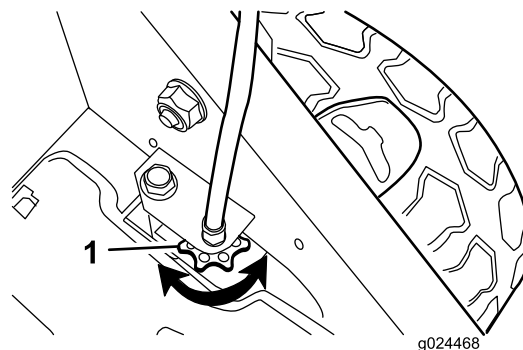

Рисунок 27
- Если колеса не вращаются, когда вы приводите в действие штангу управления самоходным приводом, ремень тяги натянут слишком слабо. Поверните ручку управления приводом колес (Рисунок 27) по часовой стрелке на один оборот и повторите действия, описанные в пунктах с 4 по 6.
- Если колеса начинают вращаться до того, как вы полностью прижмете штангу управления самоходным приводом к рукоятке, ремень тяги натянут слишком сильно. Поверните ручку управления приводом колес (Рисунок 27) против часовой стрелки на один оборот и повторите действия, описанные в пунктах с 4 по 6.